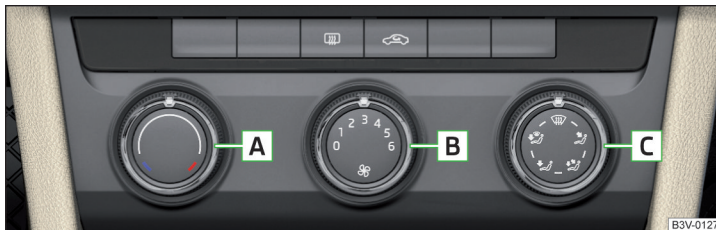
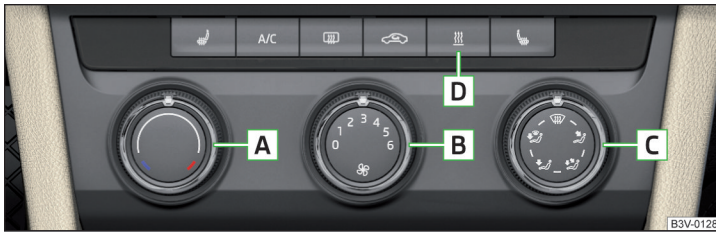

Abb. 151 Heizungsbedienelemente
Abb. 152 Bedienungselemente der manuellen Klimaanlage
Funktionen der einzelnen Bedienungselemente » Abb. 151 und » Abb. 152
- Die Kontrollleuchte unterhalb der Taste **A/C** » Abb. 152 leuchtet nach dem Einschalten, auch wenn nicht alle Bedingungen für die Funktion der Kühlanlage erfüllt sind. Durch das Aufleuchten der Kontrollleuchte unterhalb der Taste wird die Betriebsbereitschaft der Kühlanlage signalisiert.